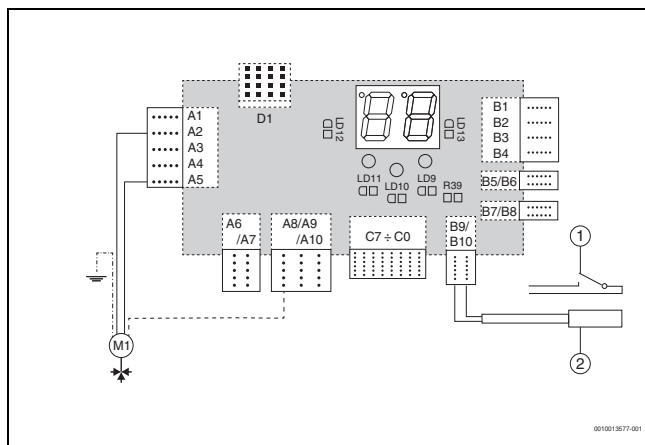

Fig. 1 Raccordement de la vanne à 3 voies pour le fonctionnement de la commande ECS ou la source de remplacement
- ▶ Raccorder les câbles de la vanne de régulation à l'électronique de la chaudière conformément au schéma de connexion (→ fig. 1). Isoler les fils restants (il s'agit de contacts internes de la vanne de régulation).
- ▶ Raccorder la sonde aux bornes B9-B10 de l'électronique conformément au schéma de connexion (→ fig. 1). Le respect de la polarité n'est pas nécessaire au niveau des bornes et des câbles de sondes.